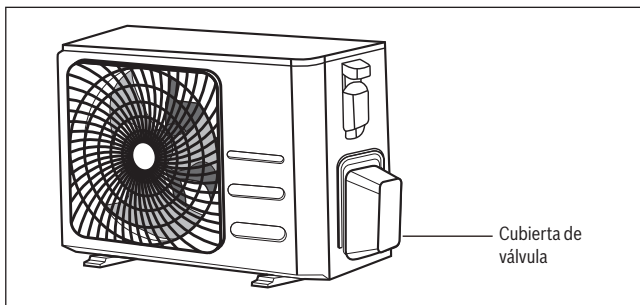

Fig. 36.
1. Desatornille el recubrimiento de válvulas de servicio en el lado de la unidad exterior. (Véase **fig.36**)